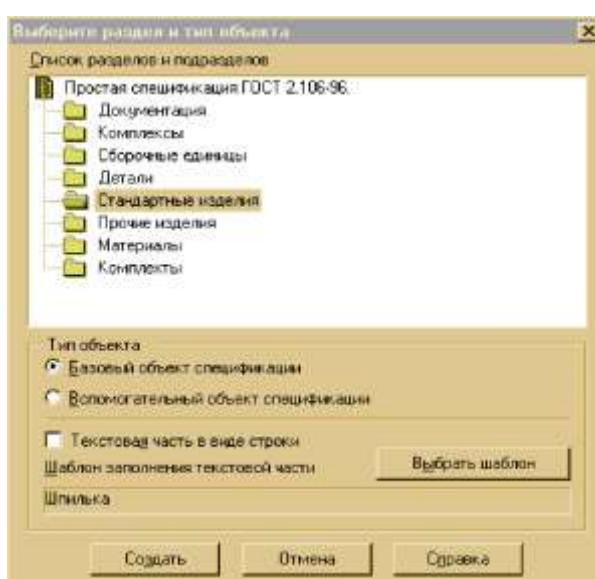
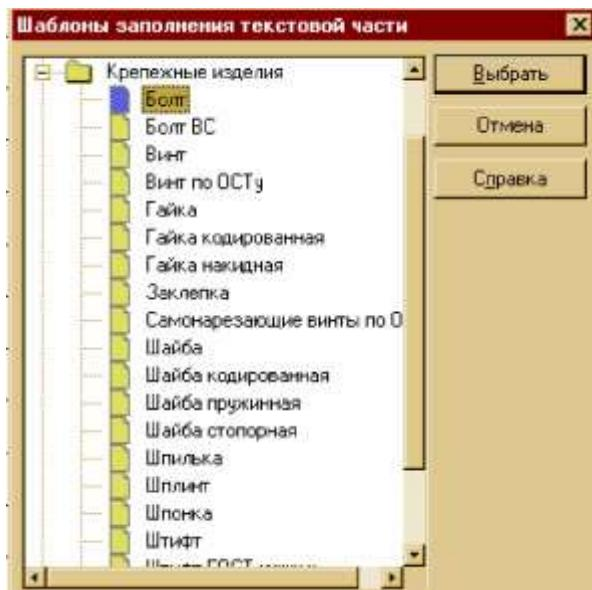

Рисунок 10.16 – Создание раздела Стандартные изделия
Рисунок 10.17 – Выбор папки Болт
1. Выполните команду **Редактор – Добавить раздел**. В диалоговом окне Выберите раздел и тип объекта сделайте текущим раздел **Стандартные изделия** (рисунок 10.16).Щелчком по кнопке **Выбрать** шаблон в открывшемся меню **Шаблоны** заполнения текстовой части выберете раздел **Крепежные изделия**, папку **Болт** и щелкните на кнопке **Выбрать** (рисунок 10.17).